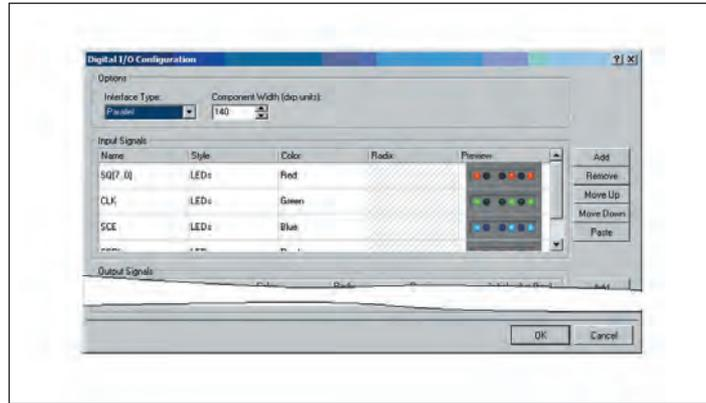

Рис. 8. Диалог настройки конфигурации модуля цифрового ввода/вывода
- Щелчком правой клавишей мыши на схемном символе модуля U20 активируем контекстное меню и укажем команду *Configure U20 (DIGITAL\_IO)*. Открывается диалог настройки конфигурации модуля цифрового ввода/вывода (рис. 8).